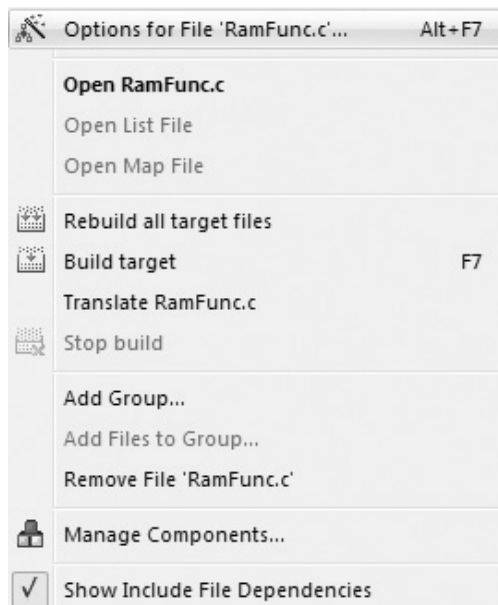
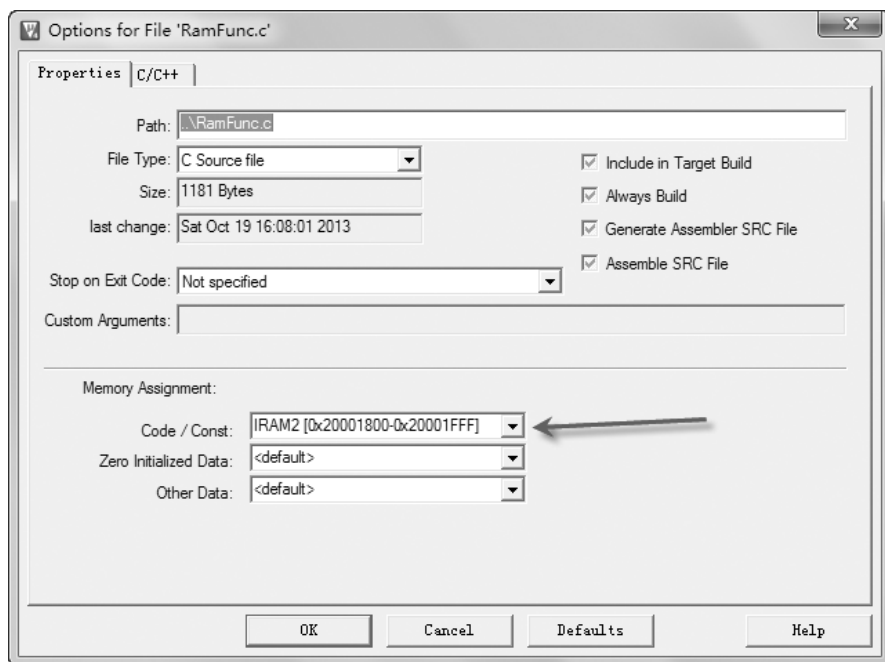

图 4-7 选择 RamFunc.c 文件修改
图 4-8 修改代码内存分配
(3) 修改 RamFunc.c 的存储分配区域。选中 RamFunc.c 文件，单击右键，在弹出的菜单中选中“Options for File 'RamFunc.c'...”，如图 4-7 所示。在新出现的窗口中修改 Memory Assignment 中的 Code/Const 内容，如图 4-8 所示。